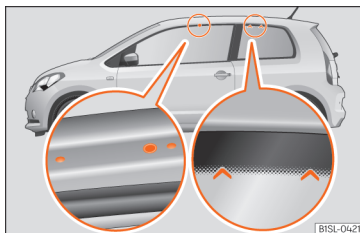

Abb. 142 Befestigungspunkte für Grundträger und Dachgepäckträger in 2-türigen Fahrzeugen.
2-türige Fahrzeuge: Die Bohrungen und Markierungen der Befestigungspunkte für die vorderen Grundträger befinden sich im unteren Bereich der Dachholme » **Abb. 142** (links vergrößertes Bild). Die Bohrungen und Markierungen sind nur bei geöffneter Tür sichtbar.
Die Markierungen der Befestigungspunkte für die hinteren Grundträger befinden sich im oberen Bereich der Fenster »» Abb. 142 (rechtes vergrößertes Bild).
- Den Grundträger nur an den in der Abbildung gezeigten Markierungen befestigen »» Abb. 142.